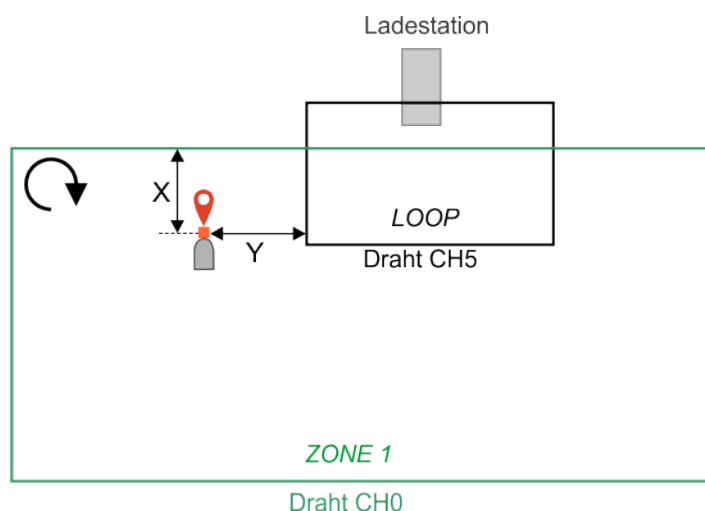

Abbildung 157: Rückkehr zur Ladestation von einem Einzelfeld
8. Positionieren Sie den Roboter an der gewünschten Stelle in ZONE 1. Dies muss sich auf die für ZONE 1 definierte Rückkehrrichtung beziehen. In diesem Beispiel ist dies im Uhrzeigersinn wie in *Abbildung 157: Rückkehr zur Ladestation von einem Einzelfeld* (Seite 130) gezeigt. X muss > 5 m sein. Y muss > 10 m sein. Der Roboter muss in Richtung Draht fahren.